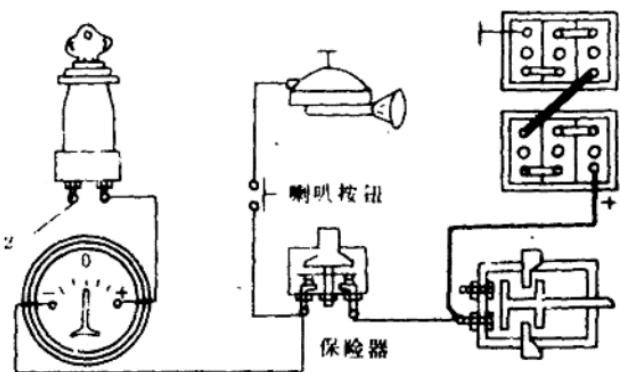

图 1-2 按喇叭进一步检查
(1)水温表等仪表指针不动，说明蓄电池至点火开关接柱2之间的电路(如图1-2所示)有断路故障。应按喇叭进一步查找：